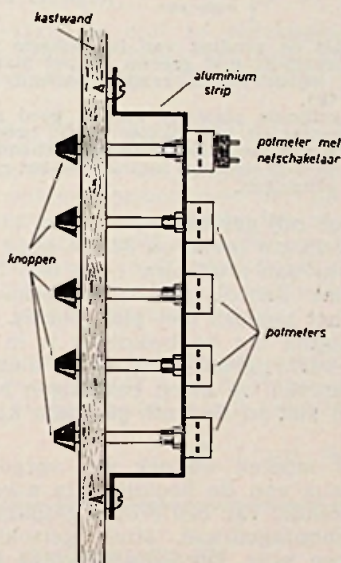

Fig. 3
Een voorbeeld voor een passende behuizing ziet u op afb. 1. De bedieningsknoppen zijn hier op een aluminiumstrip aan de zijkant van de kast gemonteerd (fig. 3). De kanaalkiezer is met een haaksomgezette strook aluminium op de bodem van de kast geschroefd.
b) Monteer op een aluminium strip (ca. 5 cm breed) de potmeters en verbindt deze met de prent. De bedrading naar sterkte- klank- en rasterfrequentieregelaar moet afgeschermd zijn (pickupsnoer) (zie fig. 3).